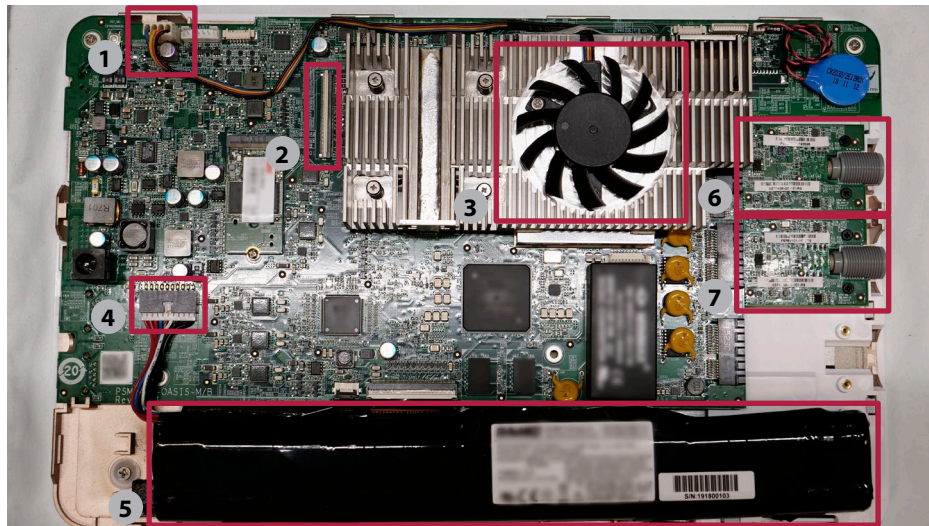
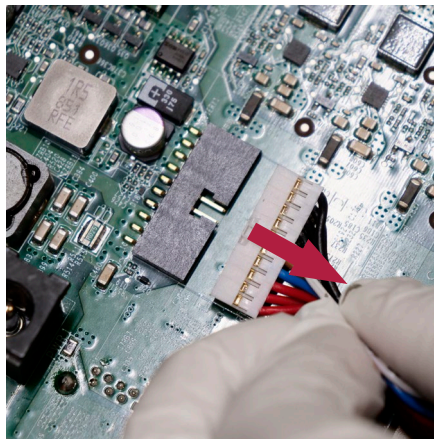
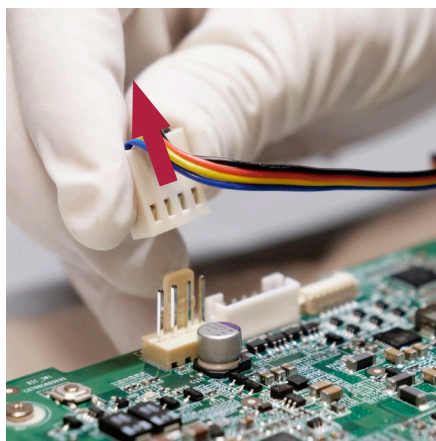

Figura 12 Vista general de la placa principal. Nombres de las partes:
Figura 13 Desconexión del cable de la batería
Figura 23 Desconexión del cable del ventilador
Con el cable FPC soltado, levante la carcasa trasera y colóquela sobre la mesa. De este modo, la placa principal quedará expuesta; véase la Figura 12.
Suelte el cable de la batería (véase la ubicación en la Figura 12) separando con cuidado la parte gris de la negra en la dirección que se muestra en la Figura 13.
Consulte la Figura 12 para identificar la ubicación de la batería.
Consulte la Figura 12 para identificar la ubicación de la placa VDI.
Consulte la Figura 12 para identificar la ubicación del ventilador.
Identifique la ubicación del conector del ventilador en la placa principal (véase la Figura 12) y desconecte el conector del ventilador (véase la Figura 23).
- g) **Conecte el cable del ventilador (véase la Figura 12 y la Figura 23)**